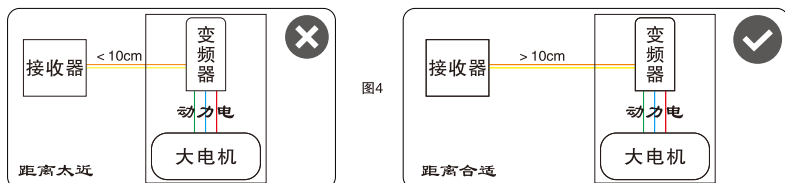

图4
- 2、为保证接收器的正常使用，应避免接收信号受到干扰，接收器安装位置必须远离热源、大功率对讲机、高频发生器、变频器、马达、电机、动力线缆等其它大功率设备附近，适当的屏蔽措施可改善或消除这种干扰对接收器的影响；接收器与设备的线缆最小距离不低于10cm(见图4)。